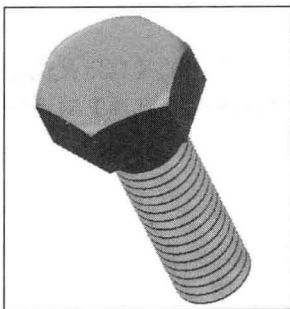

图 1-10 打开素材模型
步骤 (1) 单击快速访问工具栏中的  【打开】按钮，打开本书配套光盘中的【素材\第1章\螺栓.prt】模型文件，如图 1-10 所示。